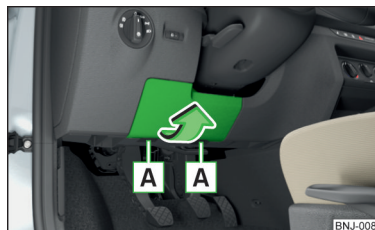

Fig. 291
- Îndepărtați capacul panoului de siguranțe în sensul săgeții » fig. 291.